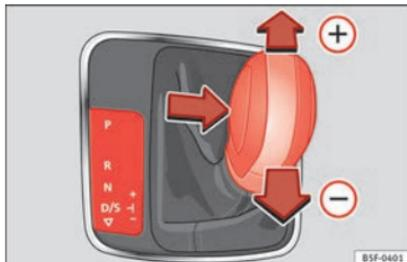

Fig. 188 Console centrale: cambio del rapporto di marcia con tiptronic.
- Tirare la leva selettoria in avanti  per inserire una marcia superiore » **fig. 188.**